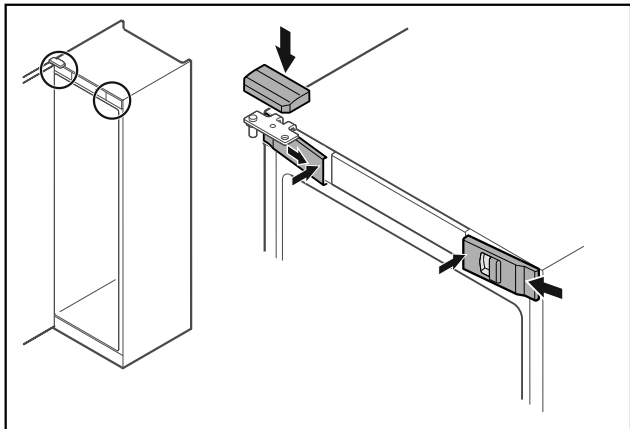

Fig. 46
- ▶ Akassza be oldalt az elülső burkolatokat Fig. 46 (1), és belül pattintsa be.
- ▶ Felülről pattintsa be a felső burkolatot Fig. 46 (2).